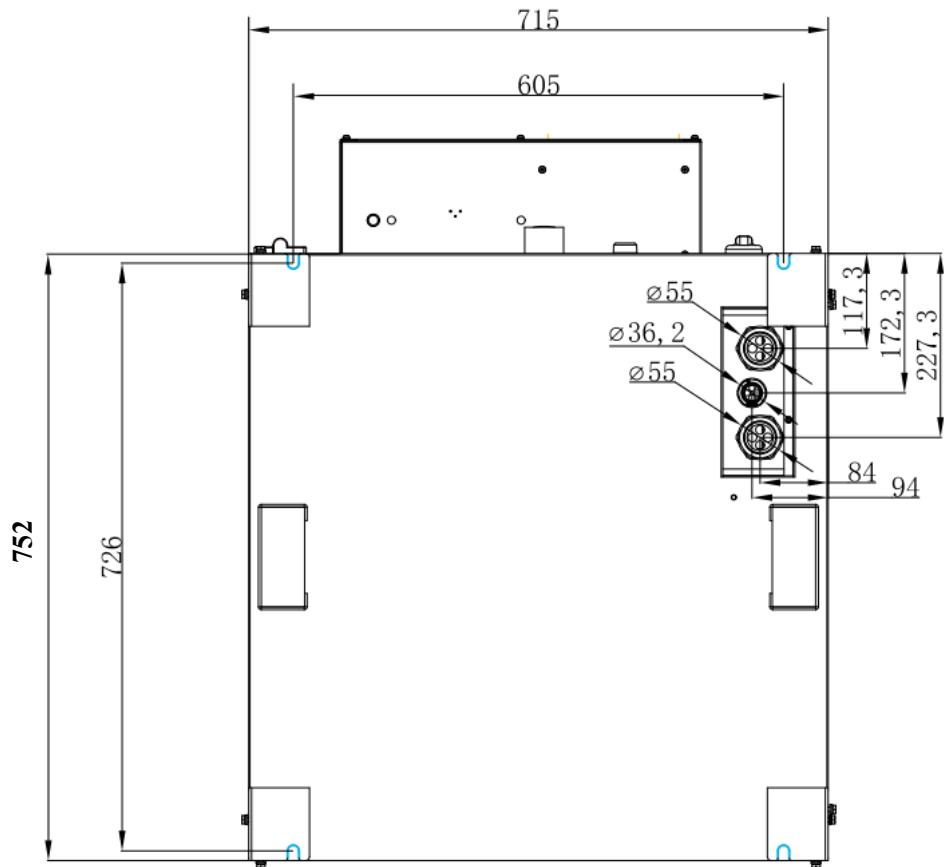

Abbildung 3.2.6 Position der Befestigungsschlitz an der Unterseite des Schranks
Die Befestigungsschlüsse an der Unterseite des Schranks sind wie folgt angeordnet (Abbildung 3.2.6).
(1) Markieren Sie anhand von Abb. 3.2.6 die Position der Befestigungslöcher für den Sockel auf dem Betonfundament und bohren Sie die Löcher mit einem Schlagbohrer. Der Durchmesser der Löcher sollte 14 mm und die Tiefe 80 mm betragen.
(2) Nehmen Sie die 4 Stück Spreizbolzen (5099000031331) und schlagen Sie sie mit einem Gummihammer in die vier Löcher, sodass die Spreizbolzen vollständig in den Löchern sitzen.
(3) Entfernen Sie die Sechskantmuttern, Federscheiben und Unterlegscheiben und legen Sie sie beiseite, um die Montage des Schranks vorzubereiten.